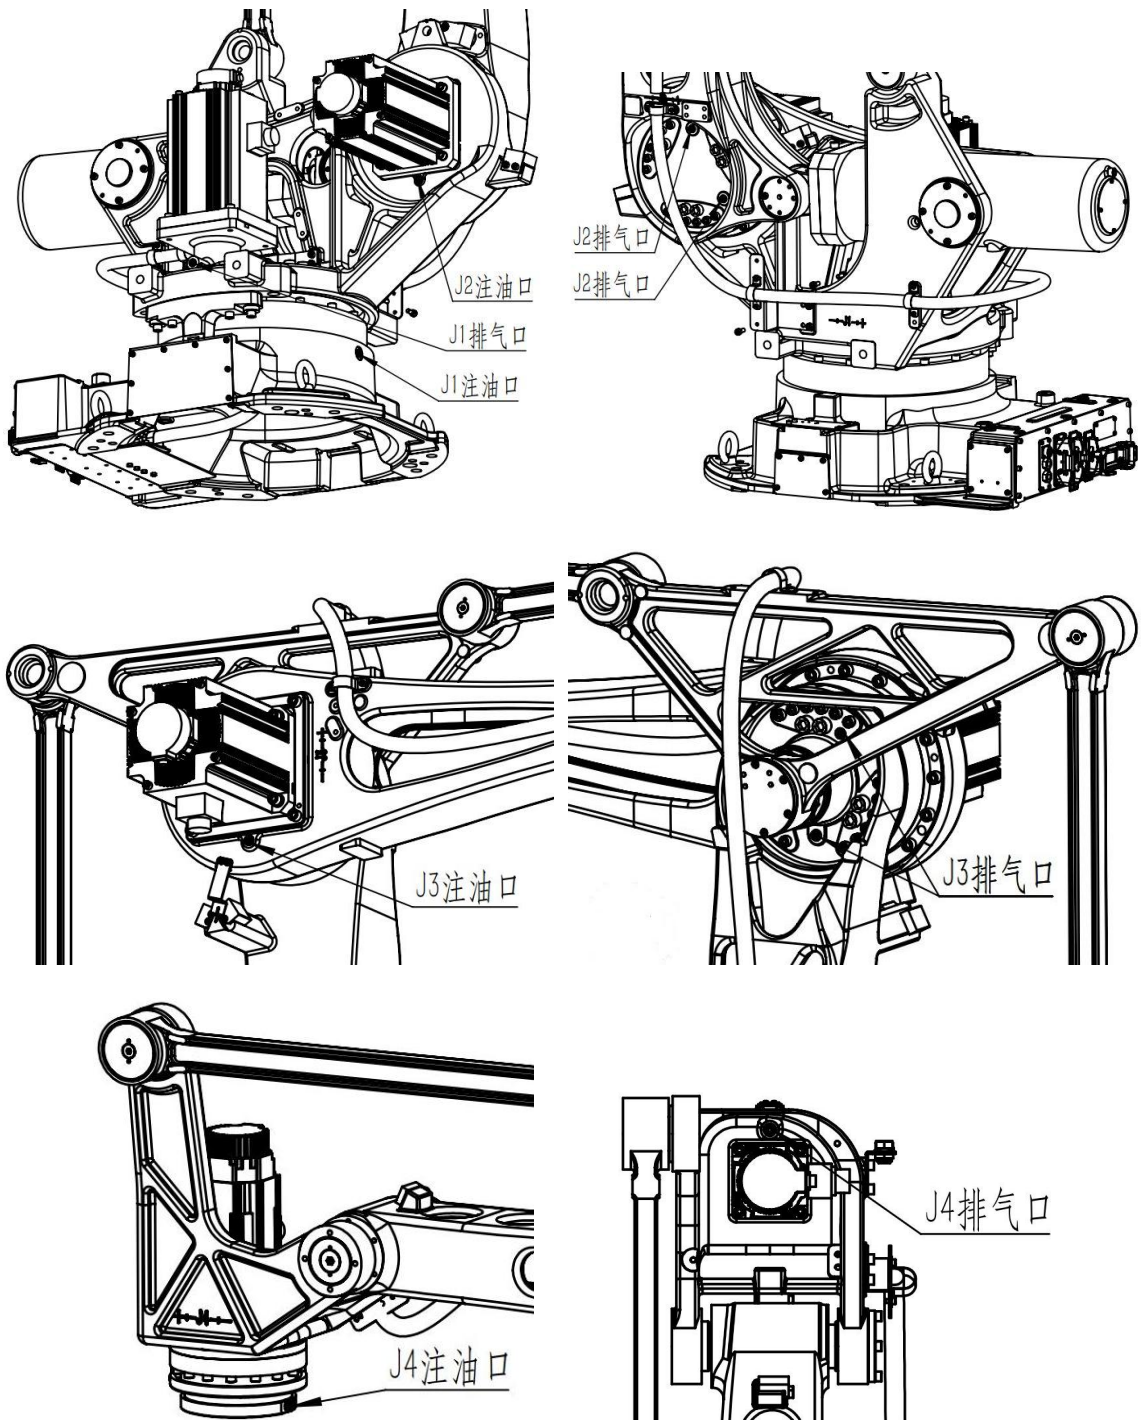

图 4-1 机器人注油口和排气口分布图
- 3) 拆下润滑油供、排油口的内六角螺塞 M10*1，见图 4-1